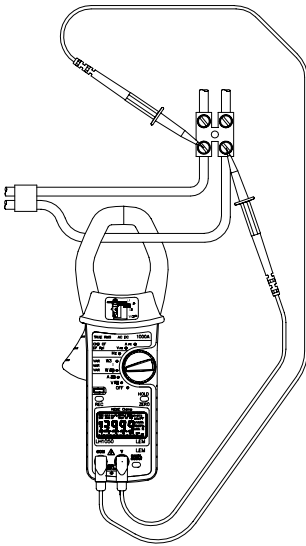

Abb. 4
- Den Zangenöffnungshebel drücken, um die Backen zu öffnen und sie, wie in Abb. 4 dargestellt, um den stromführenden Leiter herumzulegen.
- Wenn das Meßgerät bei angeschlossenen Spannungskabeln und am Leiter angelegten Zangen auf Leistungsmessung eingestellt ist (Abb. 4), zeigt das Gerät die Frequenz der Stromquelle an (bei $A_{\text{eff}} > 1\text{A}$). Bei $A_{\text{eff}} < 1\text{A}$ wird die Spannungsfrequenz gemessen (bei $V_{\text{eff}} > 10\text{V}$). Anderfalls wird ---.- angezeigt.